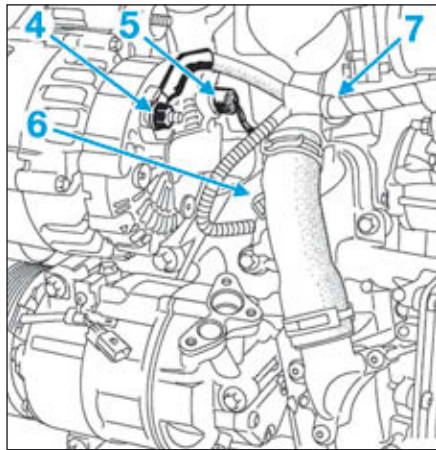

FIG.10
- Déposer l'écrou (4) du faisceau de l'alternateur (Fig.10).